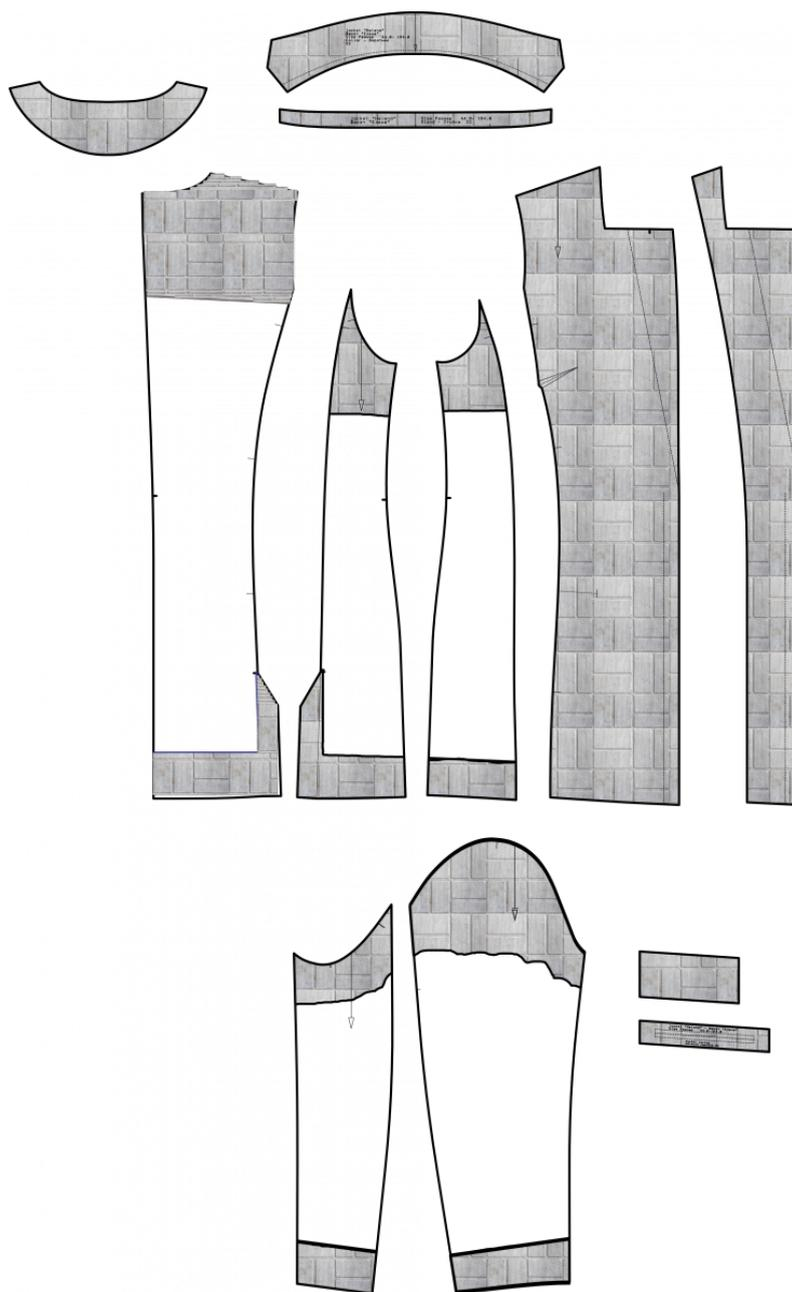

Рис. 1
1. Продублируйте детали края (рис. 1):